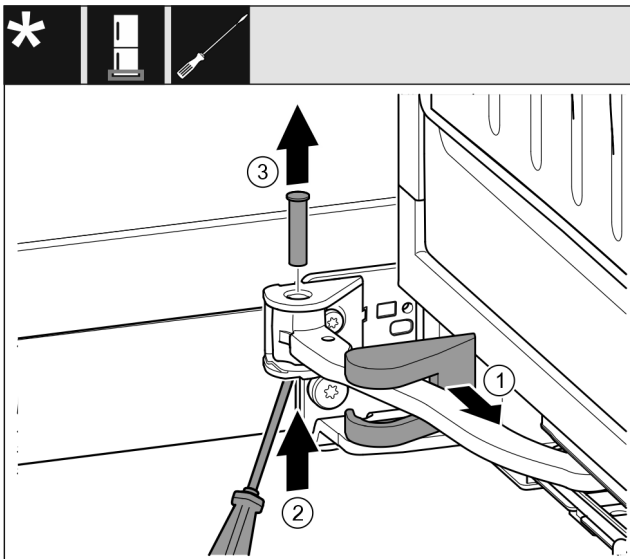

Fig. 15
► Lagerbockabdeckung Fig. 15 (1) abziehen und entlang des Gelenks verschieben.
► Bolzen Fig. 15 (2) mit Schraubendreher von unten anheben.
► Bolzen Fig. 15 (3) von oben herausziehen.